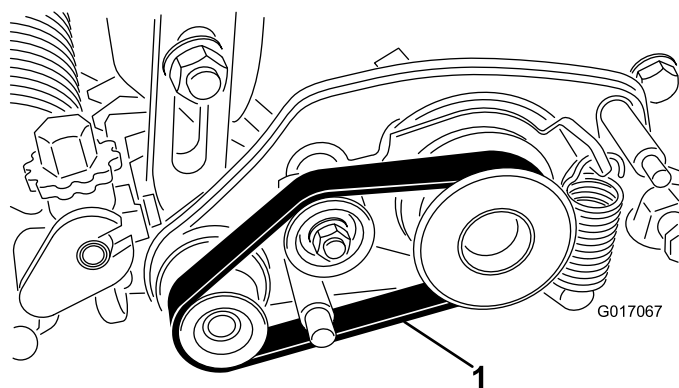

Рисунок 27
2. Снимите ремень с ведущего, натяжного и ведомого шкивов (Рисунок 27).